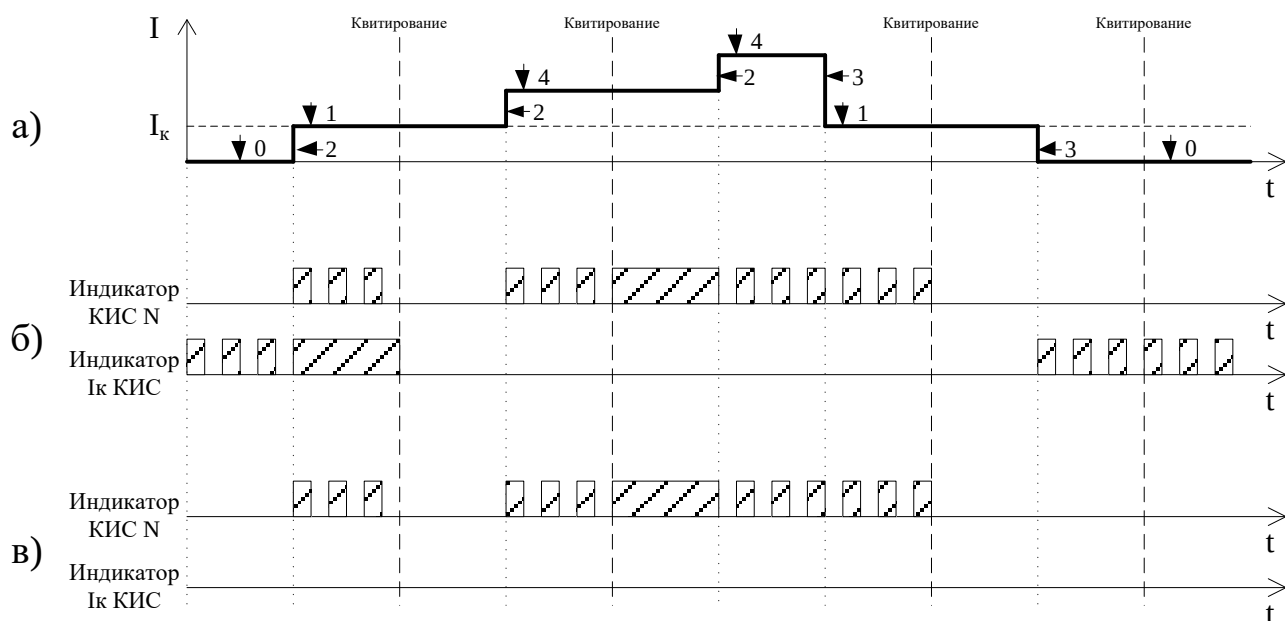

Рисунок 1.13 – Временные диаграммы работы КИС
1.4.6.4 События в КИС фиксируются при скачкообразном увеличении и уменьшении тока шинки на величину более 50 % от номинального значения импульса тока (рисунок 1.13 а).
- состояние (#), где (рисунок 1.13):